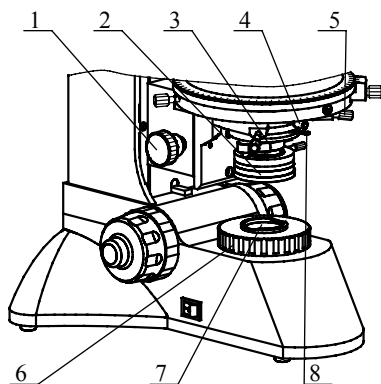

图7
1) **聚光镜的组成**—聚光镜就在载物台下面，见图7。左右两边各有一颗螺钉，用于聚光镜的调中，旋转聚光镜升降手轮可以升高或者降低聚光镜。
2) **聚光镜的调节**—聚光镜调中，见图7。
8. 落射照明器部分, 见图 7